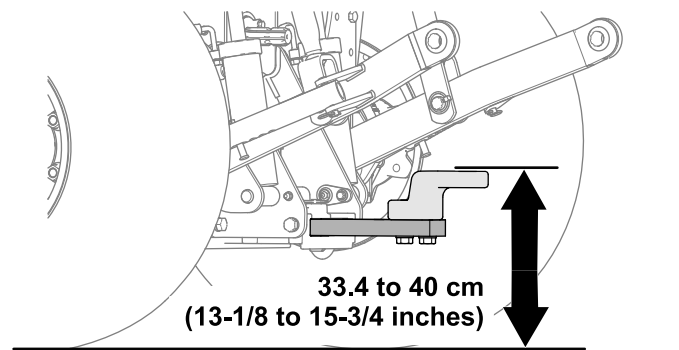

**Figura 20**
4. Ajuste os braços do estabilizador (**Figura 20**) totalmente para fora; consulte o *Manual do utilizador* da m quina de reboque.